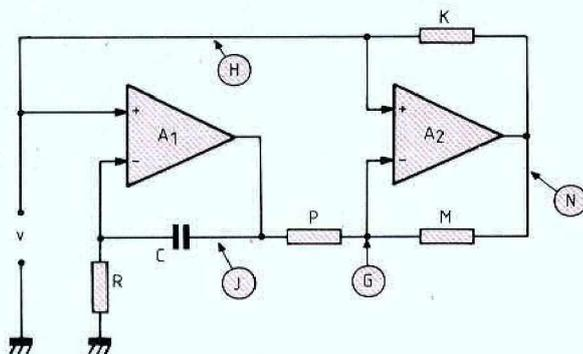

Fig. 16. - Le résistor K a été ajouté entre (N) et (H) ; maintenant le montage se comporte comme un bobinage quasi « parfait » entre (H) et masse.
Relions donc le point (N), sortie de A2 au point (H) (entrée « + » de A1) par un résistor de valeur K, désigné par la lettre K (fig. 16), et nous aurons, du point H vers le point N, un courant i. Ce courant, nul jusqu'au temps zéro, va, à partir de cet instant, croître proportionnellement au temps, avec la valeur :
On en déduit que le montage de la figure 16 se comporte, à son entrée, comme un bobinage dont le coefficient de self-induction L est :
Donc, si nous associons le montage de la figure 16 à un condensateur C', ayant, par exemple, une capacité de 0,22 μF, en mettant simplement C' entre le point (H) et la masse, nous constituons ainsi un circuit oscillant parallèle dont la période doit être :